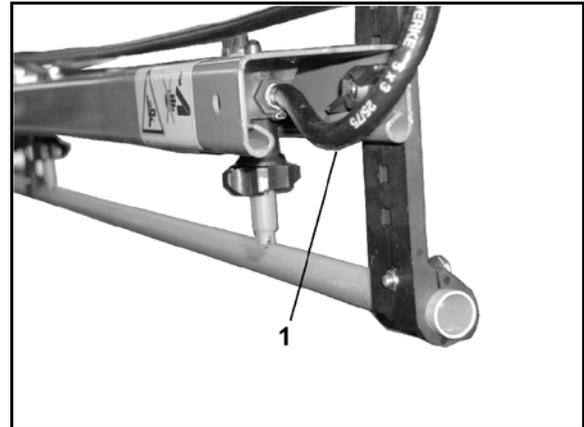

図 122
- このシステムをオンにしていると、散布ライン内で液体のコンスタントな循環が可能になります。循環を行うために、各ブームセクションに洗浄口ホース (図 122/1) が 1 本ずつ割り当てられています。
- 吸込口ホース (図 122/1) (各セクションにつき 1 本)。